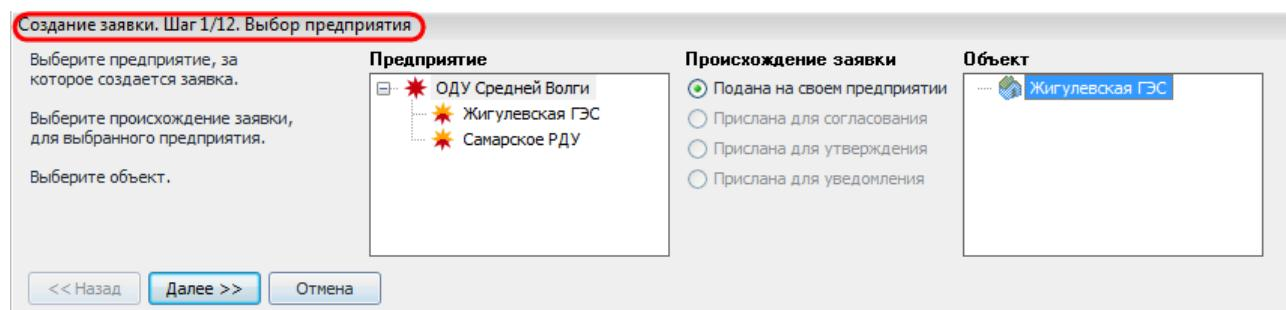

Рисунок 10.7 – Выбор предприятия
– «Шаг 1/12. Выбор предприятия». На данном шаге осуществляется ввод предприятия-инициатора данной заявки, происхождения заявки и объекта, со стороны которого подается заявка (Рисунок 10.7). По умолчанию в качестве предприятия указывается текущее предприятие комплекса (в случае необходимости оно может быть изменено). В зависимости от выбранного предприятия становятся доступными те или иные элементы списка происхождения заявки: